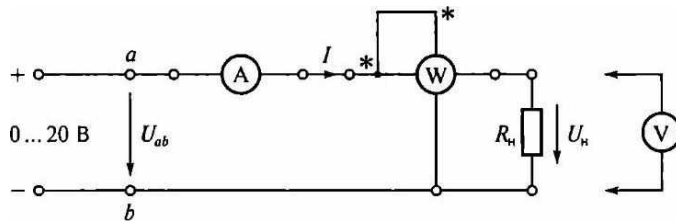

Рис. 1.1. Схема ЭЦ для проверки основных параметров электроизмерительных приборов
3.2. Собрать ЭЦ в соответствии с рис. 1.1. В качестве нагрузки использовать резистор R_1 платы № (см. рис. П. 1 приложения) стендовой панели. Подключить ЭЦ к регулируемому источнику постоянного напряжения 0 ... 20 В (см. рис. П.3 приложения).